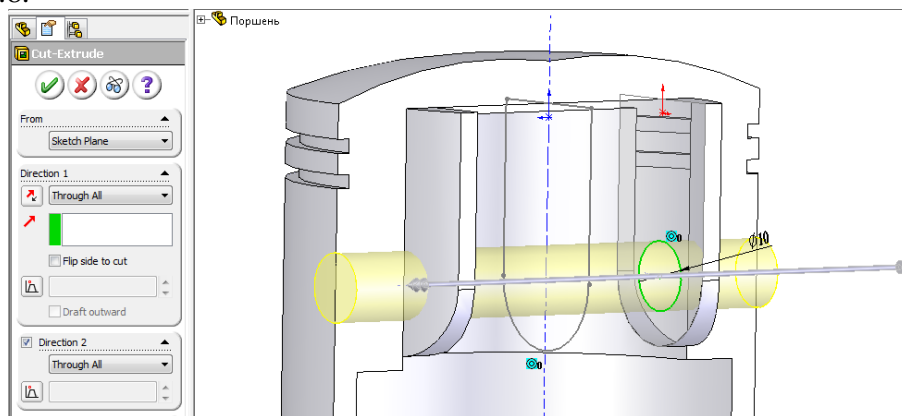

Рис. 4.1.8. Створення вирізу через всю деталь
18. Отвір витягніть, використовуючи опцію ЧЕРЕЗ ВСЕ (THROUGH ALL) – рис. 4.1.8.